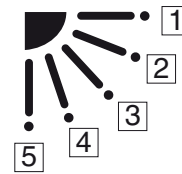

Abb. 7-11
* Eingabewert "" (siehe Abb. 7-11)
Wenn die Klappenposition oder vorgegeben ist und die Einheit auf Kühl- oder Trocknen-Modus eingestellt ist, fährt die Klappe beim Starten des Betriebs Position an. (Siehe Abb. 7-11)
Bei "Separate Einstellung der Klappen" vorgegebene Klappen führen beim Betrieb eine Schwenkbewegung aus. Nicht eingestellte Klappen fahren dabei die Position an. (Siehe Abb. 7-11)